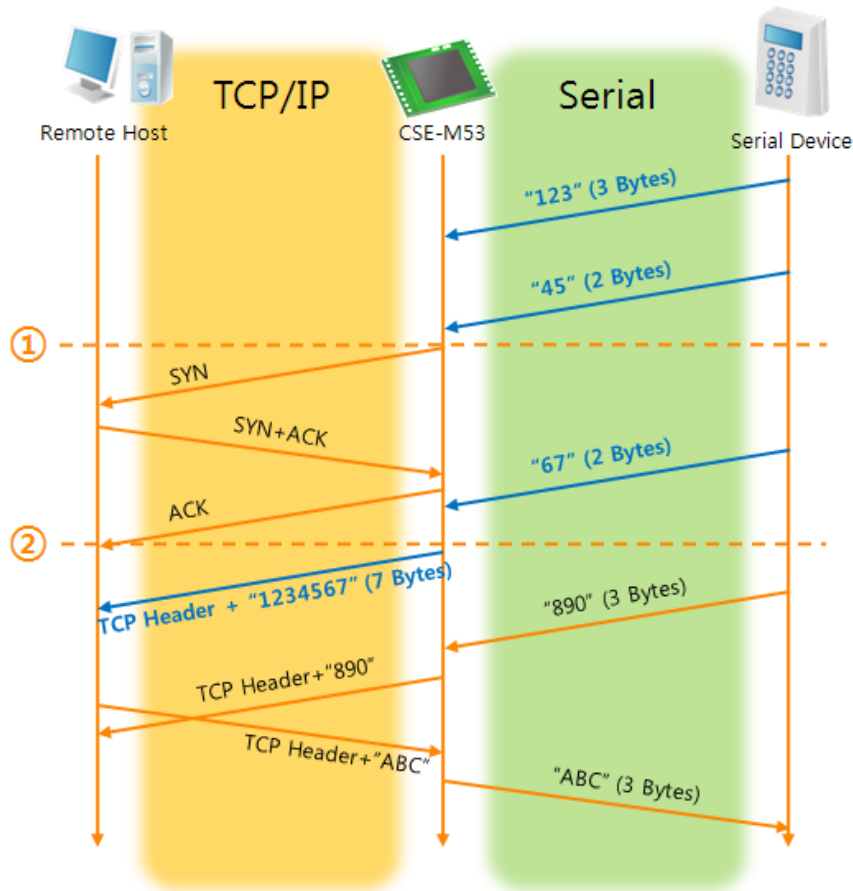

图 5-5 数据包设定为5的情况
就如图 5-5中所示CSE-M53在串行数据为5字节时，立即发送邀请。另外，在TCP连接邀请前始点(①)进来的串行数据“123”，“45”与结束TCP连接始点(②)前进来的数据“67”依据[数据包设定]为0以外的值设定情况构成连接后传送到远程HOST。